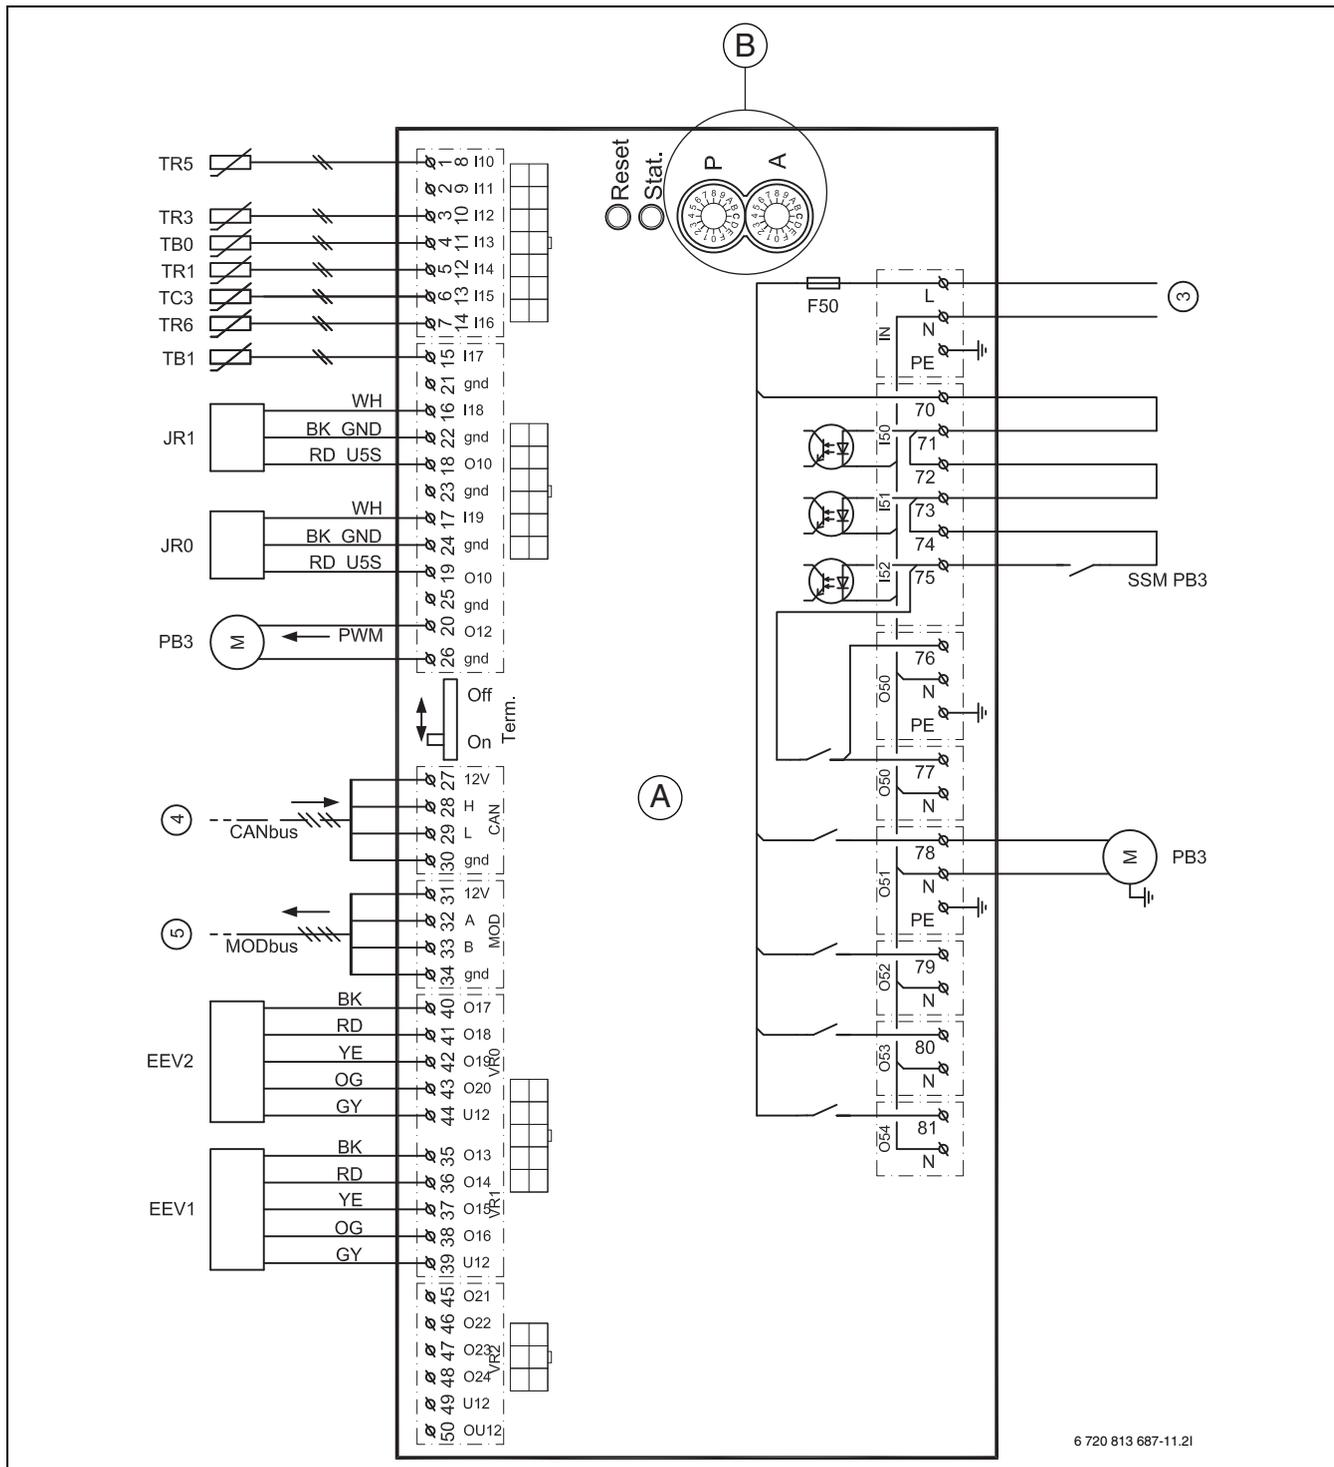

Рис. 30 Электросхема I/O-модуля
- [3] Рабочее напряжение 230 В~, I/O-модуль ([3] рис. 30)
- [5] MOD-BUS от I/O-модуля ([5] рис. 30)
- [4] CAN-BUS к I/O-модулю ([4] рис. 30)